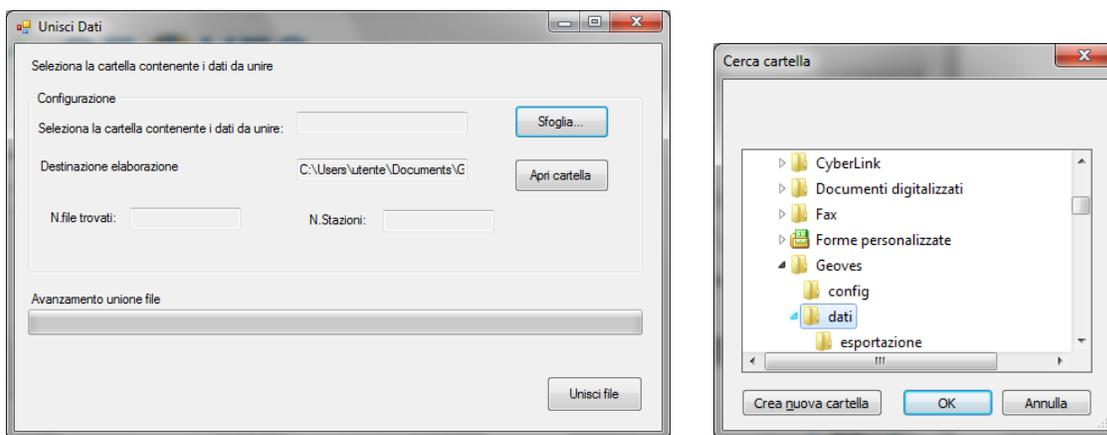

Figura 2
- 5) Cliccare sul menù “Sfoggia” quindi selezionare il percorso che si collega alla cartella DATI precedentemente creata (v.Figura 2), quindi cliccare OK. In questo modo il programma interpreta che la cartella ove vengono registrati i dati di “origine” risiedono nella cartella DATI.